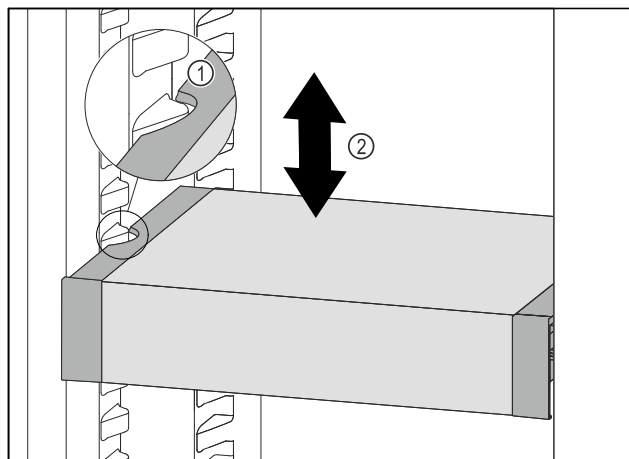

Fig. 121
- Predal VarioSafe povlecite v smeri naprej, dokler nista stranska izreza predala VarioSafe na višini nastavka za posodo v hladilniku. Fig. 121 (1)
- Predal VarioSafe premikajte v hladilniku gor ali dol, dokler ne dosežete želene višine. Fig. 121 (2)